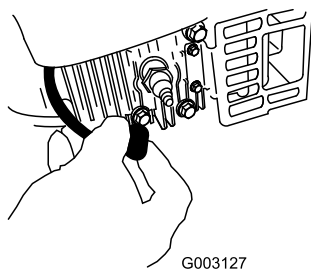

Figura 32
2. Desconecte el cable de la bujía (Figura 32) antes de realizar cualquier procedimiento de mantenimiento.